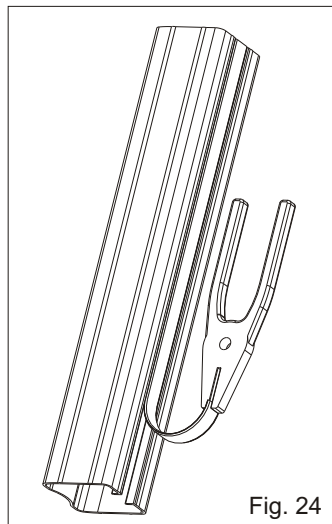

Fig. 24
2.10. Remover la lengüeta a tirón de la varilla (Fig. 24) y montarlo sobre el actuador mediante los dos tirantes sin apretar excesivamente los dos dados de fijación de la varilla (Fig. 25).